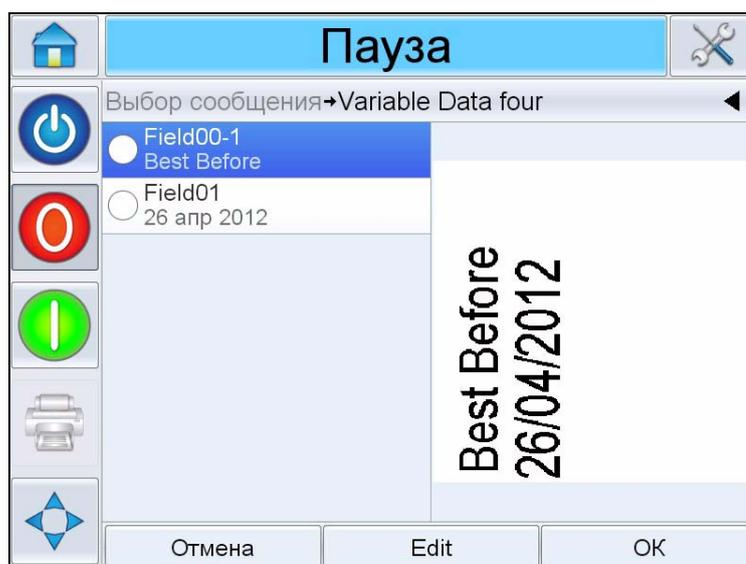

Рис. 6-3: Окно данных по умолчанию
- 2 Коснитесь требуемого поля в списке, чтобы выбрать его (автоматически выбирается первое поле в списке). В окне предварительного просмотра отображаются данные по умолчанию для этого поля (Рис. 6-3).